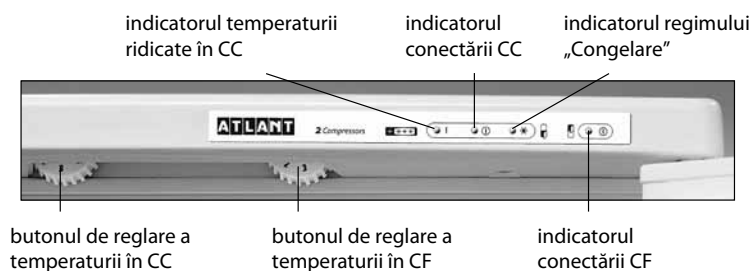

Figura 3 — Masca frigiderului
2.1.2 Frigiderul are indicatori de lumină în conformitate cu figura 3:
La conectarea frigiderului, pe mască se aprind indicatoarele de conectare a camerelor și indicatorul de temperatură ridicată în CC în conformitate cu figura 3. La scăderea temperaturii în frigider indicatorul temperaturii ridicate se va stinge automat.